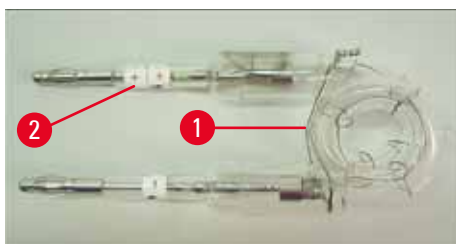
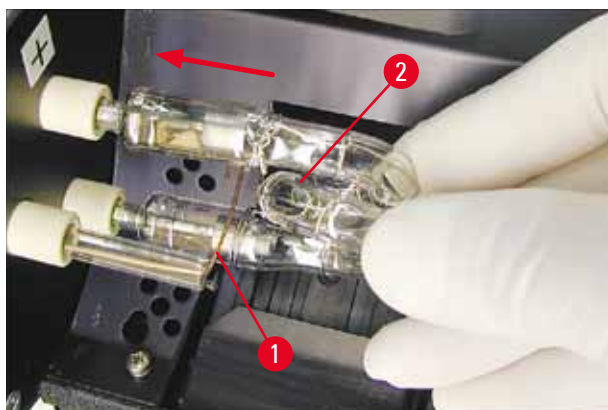

Fig. 18
Fig. 20
2. Sett den nye blitslampen (→ "Fig. 18") i sokkelen (→ "Fig. 17-3"); skyv den deretter forsiktig innover så langt det går (→ "Fig. 20") (polaritetsmerket (+) skal ikke synes). Beveg blitslampen forsiktig opp og ned hvis det er nødvendig.